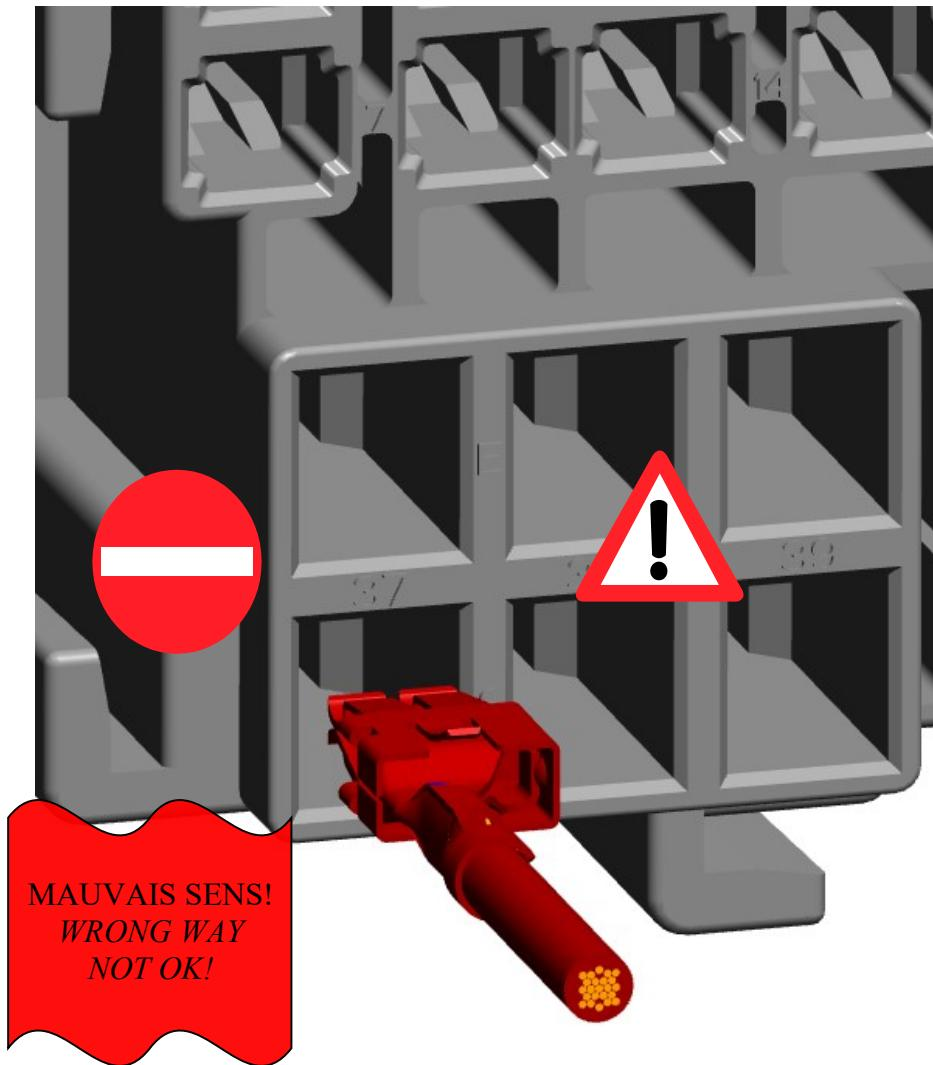
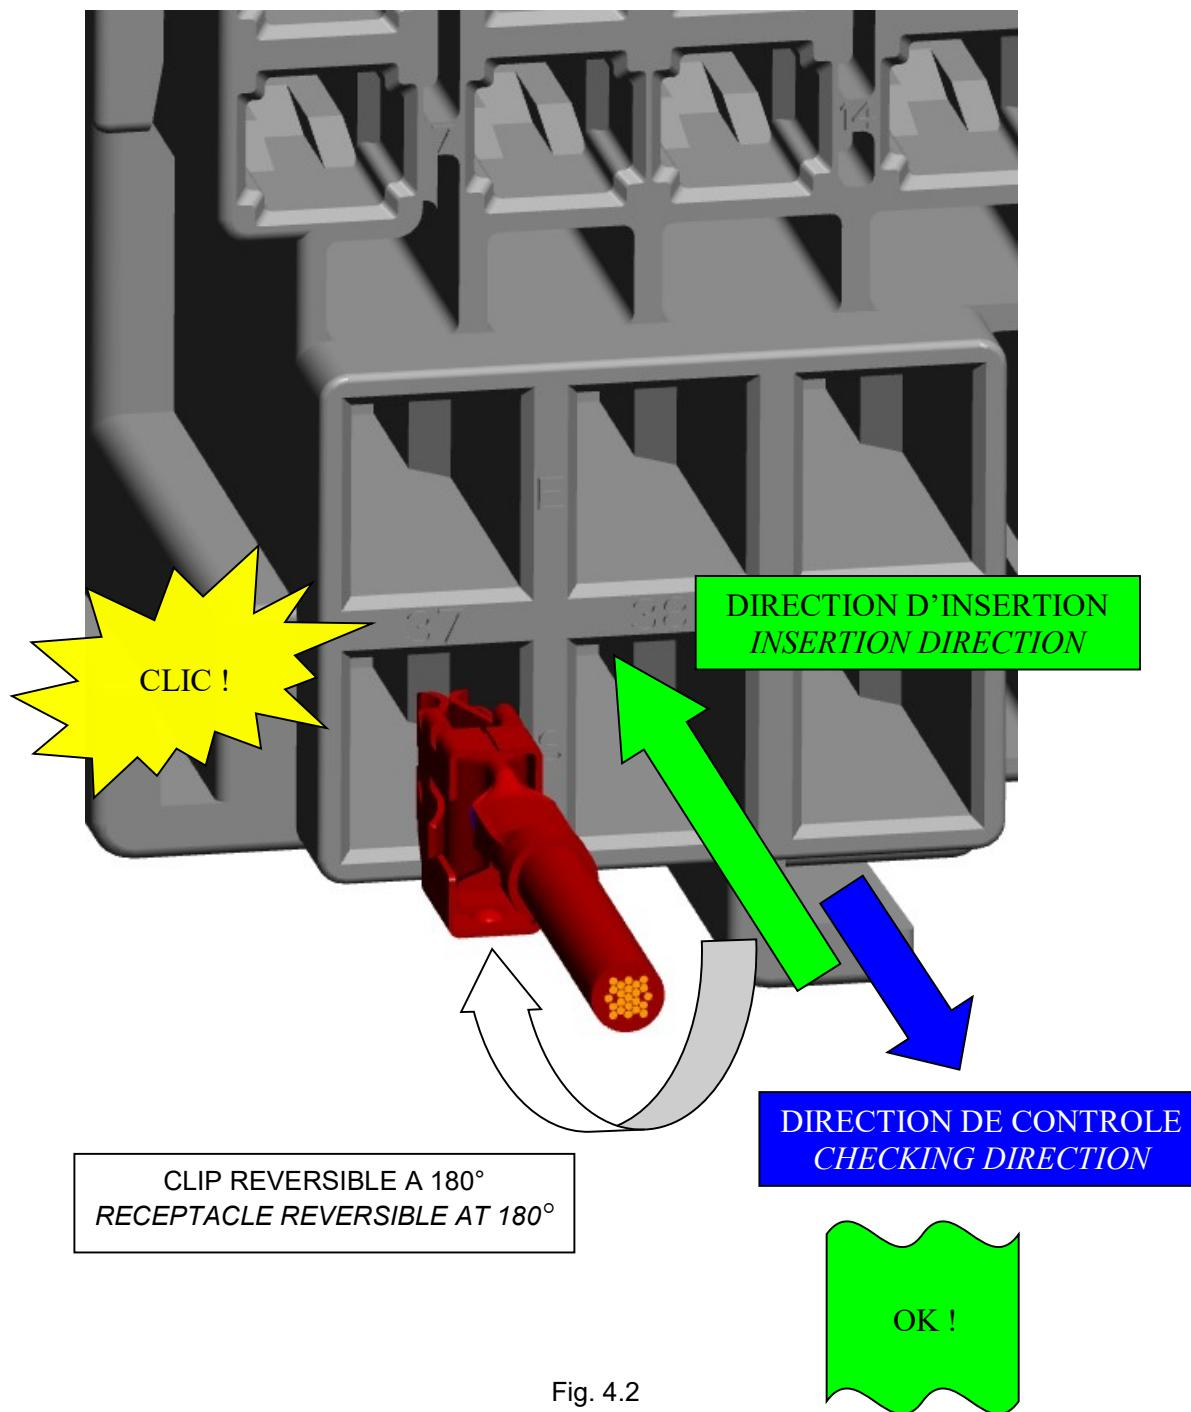

Fig. 4.1
Fig. 4.2
Le clip SPT est détroussé il faut donc l'orienter correctement avant de l'insérer dans le boîtier (Voir Fig. 4.1 à fig. 4.2).
*SPT receptacle is foolproof. It must be inserted with good orientation regarding the housing (See Fig. 4.1 to fig. 4.2).*